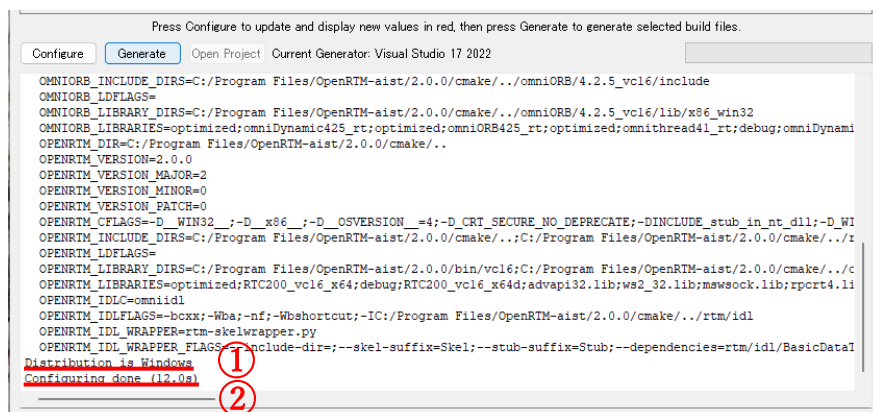

図 20 ウィンドウ下部のログに[Configuring done]と表示された状態
- ⑧ 図 20 のようにウィンドウ下部のログに[Configuring done]と表示されたことを確認し、[Generate]を選択する。
- ⑨ 図 20 のように、同じくウィンドウ下部のログに[Generating done]が表示されたことを確認し、他の各 RTC の CMake を行う。すべての RTC の CMake が終了したことを確認後、ウィンドウ右上の[×]を選択し、[CMake (cmake-gui)]を閉じる。